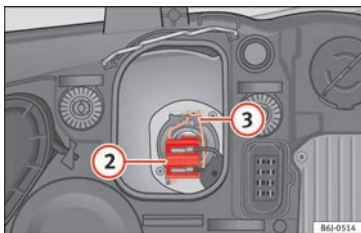

Bild 97 Halvljusstrålkastare
- Ta bort kontakten » **bild 97** ② från glödlampa.
- Lossa fjäderhållaren » **bild 97** ③ genom att trycka inåt till höger.